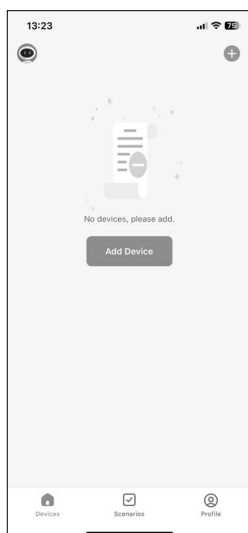

Fig. 1
- Si vous n'avez pas encore enregistré d'appareil dans l'application MEDION Life Plus, appuyez sur le bouton **ADD DEVICE** (voir fig. 1). Si vous avez déjà ajouté un appareil dans l'application, cliquez en haut à droite sur **+**.